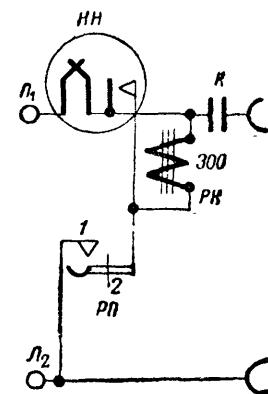

Рис. 196. Принципиальная схема дополнительного приспособления к УНА-ФИ:
Схема дополнительного приспособления дана на рис. 196.
**Посылка вызова.** Для посылки вызова на центральную станцию достаточно снять с рычага микротелефонную трубку. Рычаг отойдет вверх, вследствие чего пружины 1—2 РП (см. рис. 196) соединятся, замкнув тем самым вызывную цепь постоянного тока, питаемую от ЦБ. Путь тока при этом будет: плюс (+) батареи центральной станции, сигнальные приборы ЦС, линия, зажим  $L_1$ , номеронабиратель дополнительного приспособления, обмотка реактивной катушки, пружины 1—2 РП, зажим  $L_2$ , линия и минус (—) батареи.